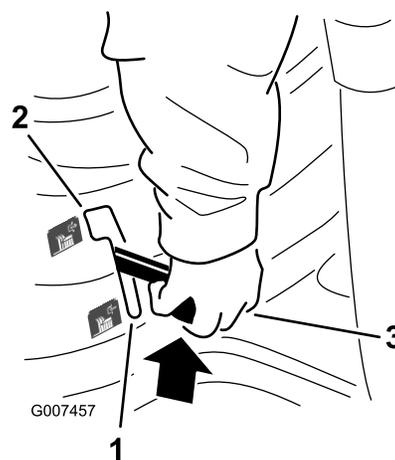

Figure 9
4. Mettez la commande des lames (PDF) en position désengagée (Figure 9).